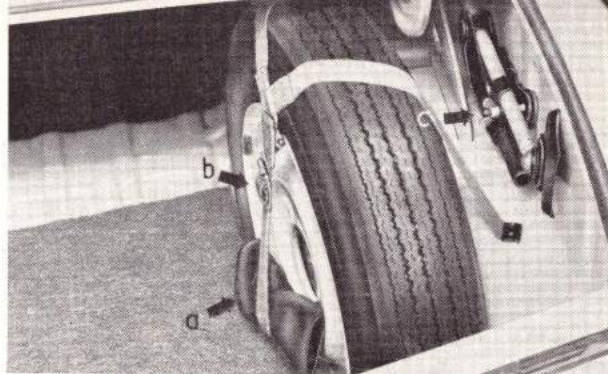

Abb. 54
■ Handbremse anziehen, Reserverad, Wagenheber und Werkzeug aus dem Kofferraum nehmen (Abb. 54).
Defektes Rad und Werkzeug, wie vorgefunden (siehe Abb.54), im Kofferraum verstauen.